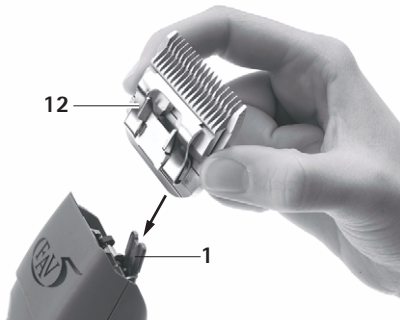

図 2
- カッターヘッド 12 を開いた刃のヒンジ 1 に差し込みます、を参照してください 図 2。